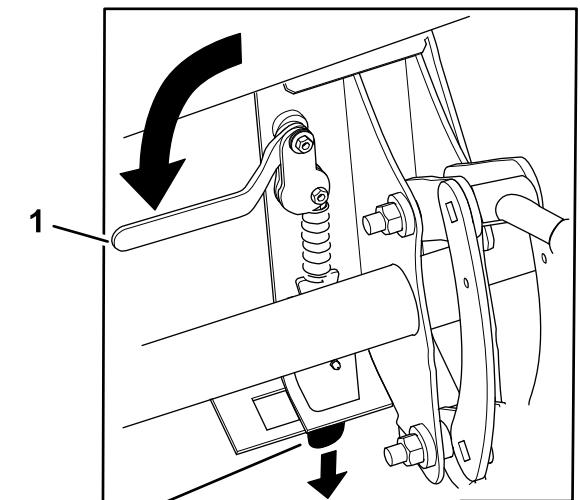

Figura 58
8. Gire las palancas de enganche rápido hacia dentro, asegurándose de que los pasadores de enganche rápido están introducidos a fondo en la placa de enganche (Figura 58).